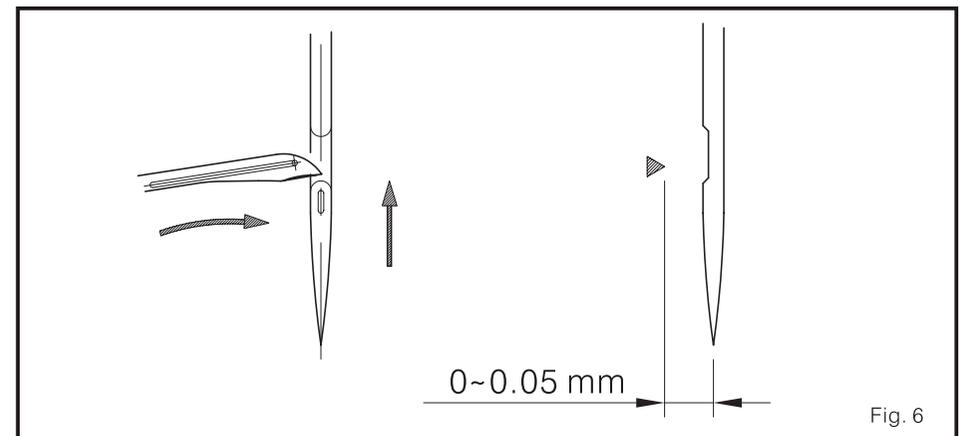

Fig. 6
2. Gire a polia para elevar a agulha e mover a ponta do looper ao centro da linha da agulha. (Fig. 6)
5. Depois de terminar com os passos previamente descritos. Por favor, confirme que a borda da base origem do looper isto a 0.5-0.8 mm separados do lado direito da gorjeta da agulha. (Fig. 6)